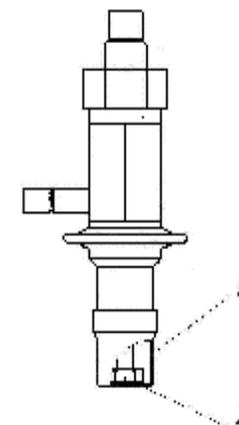

Рисунок 4 Регулятор производительности 7
- снять защитный колпачок 2 (рисунок 4) с регулятора производительности.